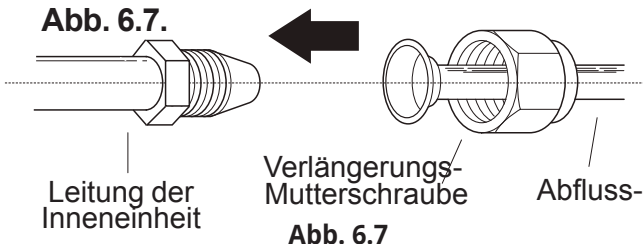

Abb. 6.7
1. Richten Sie die beiden Leitungen, die Sie verbinden möchten, in der Mitte aus. Siehe **Abb. 6.7**.